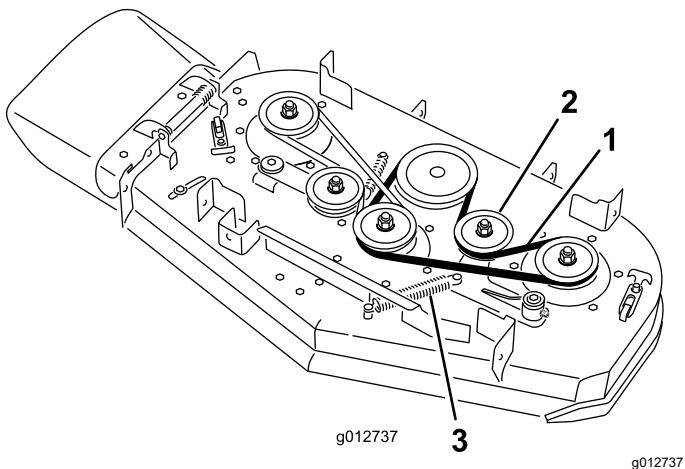

Figura 65
- Desenganche el muelle de la clavija del brazo de la polea tensora (Figura 65).
- Retire la correa usada del cortacésped (Figura 65).
- Instale una correa nueva del cortacésped alrededor de las poleas de la carcasa, la polea del embrague y la polea tensora (Figura 65).